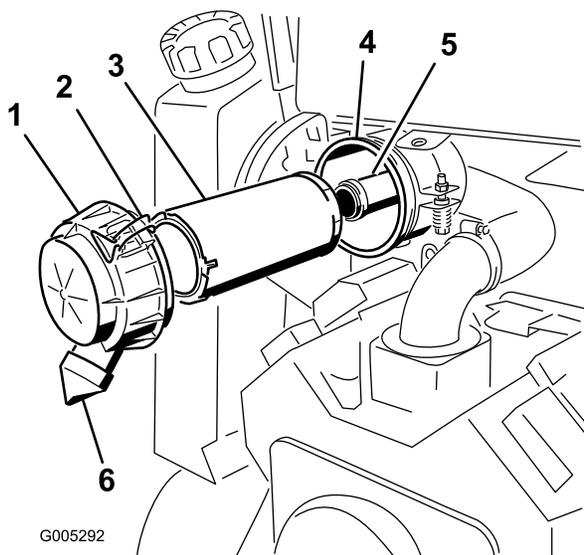

Рисунок 20
2. Освободите защелки воздухоочистителя и отделите крышку от корпуса воздухоочистителя (Рисунок 20).
6. Аккуратно извлеките фильтр грубой очистки из корпуса воздухоочистителя и удалите его в отходы (Рисунок 20). Старайтесь не ударить фильтр о боковую поверхность корпуса.
7. Если производится также замена и фильтра тонкой очистки, аккуратно извлеките его из корпуса воздухоочистителя и удалите его в отходы (Рисунок 20). Старайтесь не ударить фильтр о боковую поверхность корпуса.
2. При замене фильтра тонкой очистки осторожно вставьте его в корпус воздухоочистителя (Рисунок 20). Плотно надавливая на наружный обод фильтра во время его установки, обеспечьте, чтобы он был посажен до отказа.
3. Осторожно вставьте его в корпус воздухоочистителя (Рисунок 20) фильтр грубой очистки. Плотно надавливая на наружный обод фильтра во время его установки, обеспечьте, чтобы он был посажен до отказа.
4. Установите крышку, проставку и закрепите их гайкой крышки (Рисунок 20). Затяните гайку с моментом до 11 Нм.
5. Установите крышку воздухоочистителя так, чтобы резиновый выпуск указывал положение от 5:00 до 7:00 часов (если смотреть с торца)(Рисунок 20) и закрепите ее защелками.